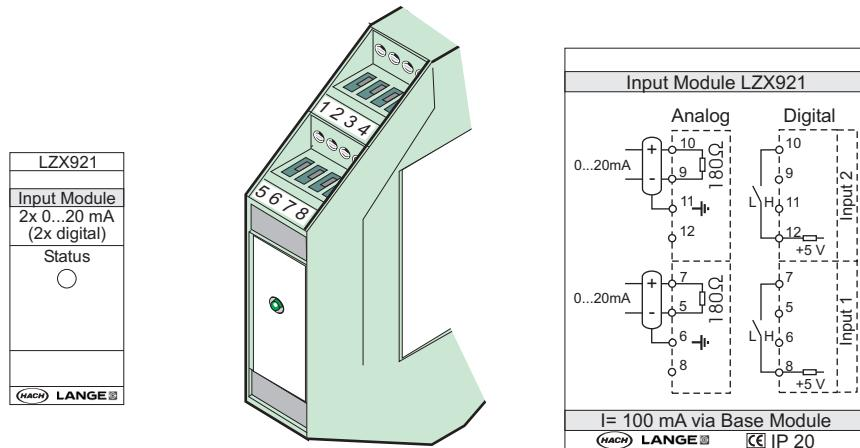

Рисунок 80 Внешний модуль ввода
- Выполните соответствующие соединения, как показано на Рисунок 80 и Таблица 53.